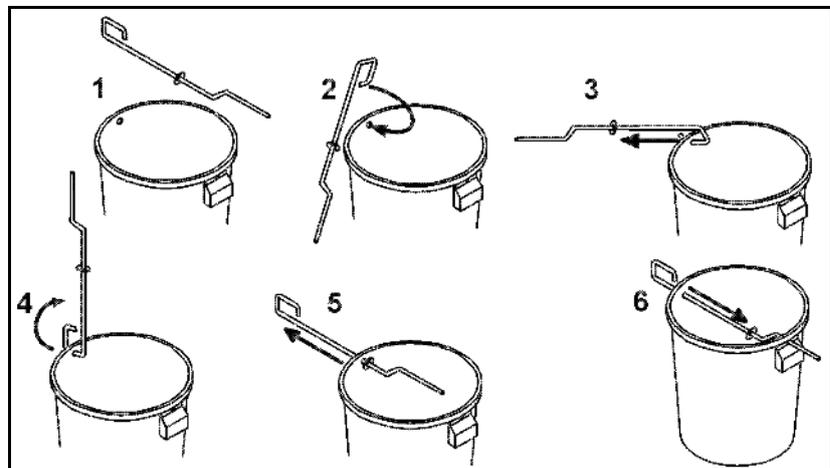

Fig. 40
Pour un réglage précis et sans outil de la position des aubes d'épandage, chaque disque d'épandage dispose de deux échelles graduées bien distinctes (Fig. 40/1 et Fig. 40/2).
- L'échelle graduée (Fig. 40/1) dont les valeurs vont de 5 à 28 correspond à l'aube d'épandage la plus courte (Fig. 40/3) et l'échelle graduée (Fig. 40/2) dont les valeurs vont de 35 à 55 correspond à l'aube d'épandage la plus longue (Fig. 40/4).
- Relevez la valeur de réglage au niveau de l'arête de lecture (Fig. 40/5) pour l'aube d'épandage la plus courte (Fig. 40/3).
- Relevez la valeur de réglage au niveau de l'arête de lecture (Fig. 40/6) pour l'aube d'épandage la plus longue (Fig. 40/4).
- Le fait de faire pivoter les aubes d'épandage sur une valeur plus élevée de l'échelle graduée (Fig. 40/1 ou Fig. 40/2) entraîne une augmentation de la largeur de travail.